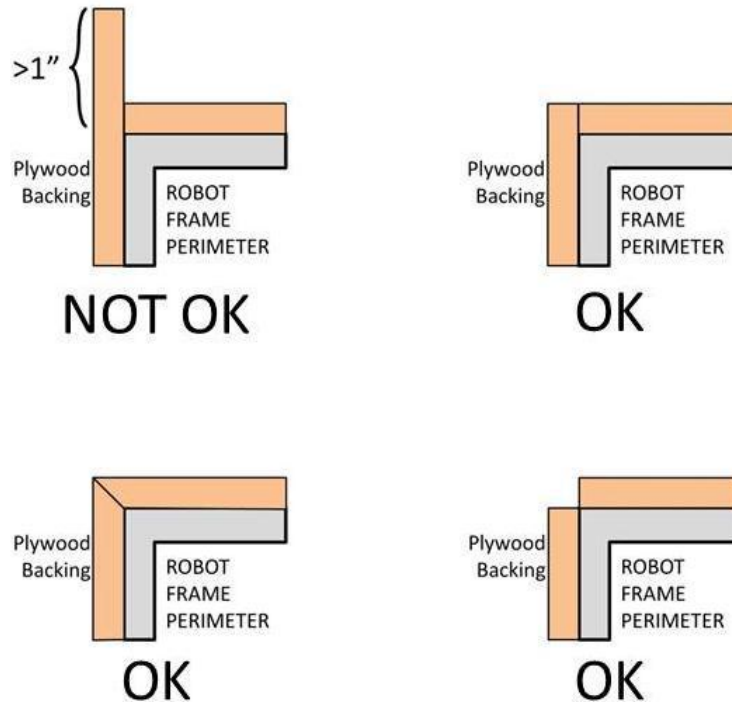

Figure 9-4 Hard Parts of BUMPER Corners
- B.** 坚硬的保险杠部分要符合 R24-A, -E, -F 和 -G 项且超过外围框架的部分不能超过 1 英寸 (约 25 毫米), 如图 9-4 (Figure 9-4)